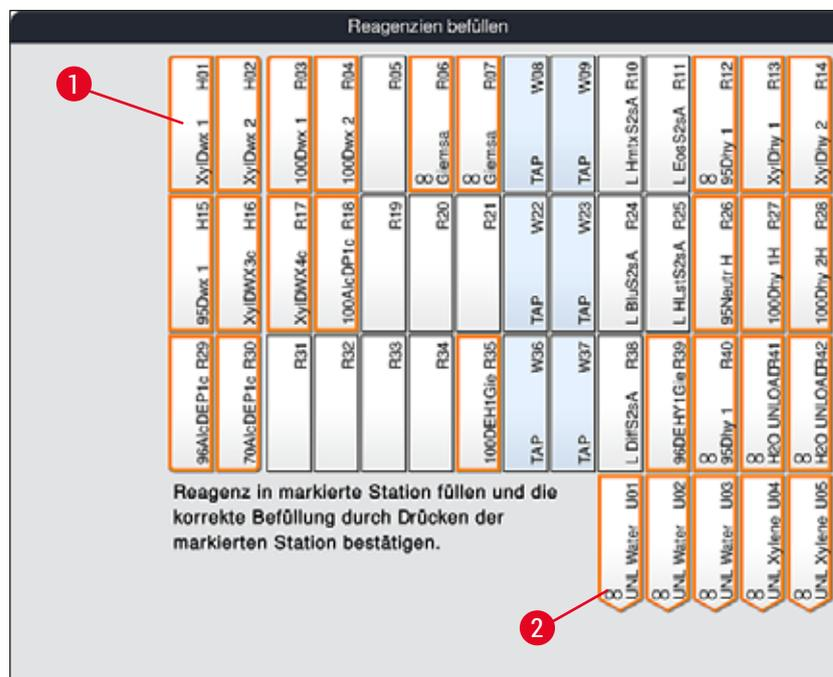

Abb. 56
- Im neuen Fenster **Reagenzien befüllen** (→ "Abb. 56") sind die zu befüllenden Stationen orange markiert (→ "Abb. 56-1").
Nur benutzerdefinierte und ergänzende Reagenzien der Leica Färbeprogramme werden orange markiert angezeigt (→ "Abb. 56"). Die Reagenzien der Leica Reagenzien Kits werden anschließend eingelesen (→ S. 82 – Einfüllen der Leica Reagenzien Kit Reagenzien).